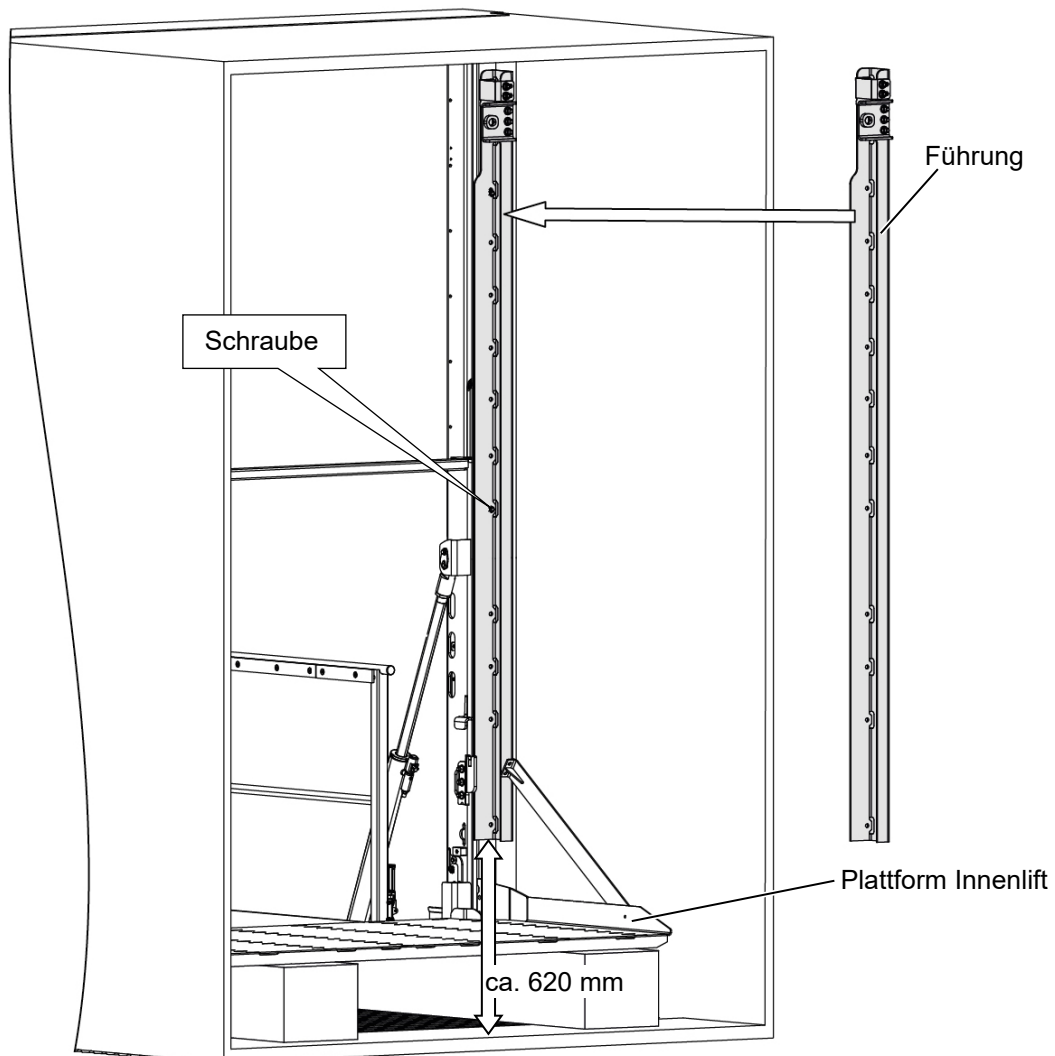

Abbildung 21: Führung links montieren
- Positionieren Sie die linke Führung zunächst etwa 620 mm über dem Boden (siehe Abbildung 21).